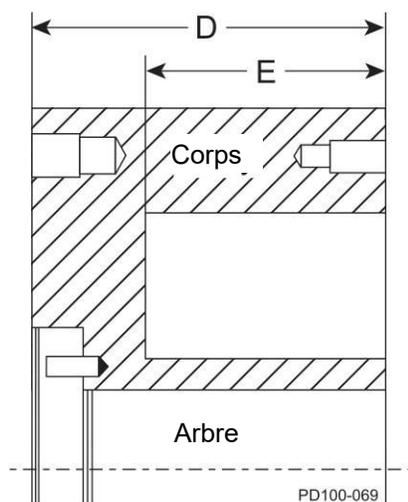
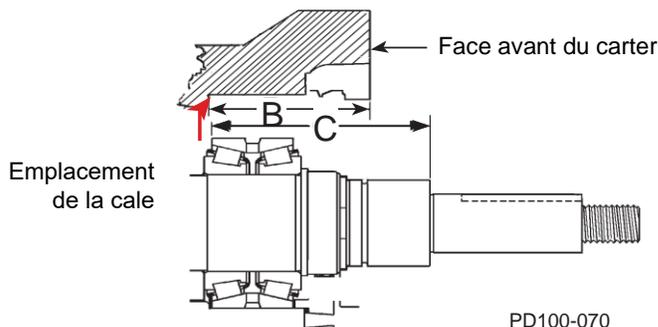

Figure 54 - Mesures D et E
Figure 55 - Mesures B et C
4. S'il est nécessaire de calculer les cales requises pour le remplacement des arbres, des roulements ou des deux, reportez-vous aux figures 55 et 54 ; effectuez les mesures et les calculs avec trois décimales (par exemple 059).
- Mesurez « B » dans le carter d'engrenage et « C » sur l'arbre (figure 55).
- Mesurez « D » et « E » sur le corps (figure 54).
(Références de la figure 54 et de la figure 55)